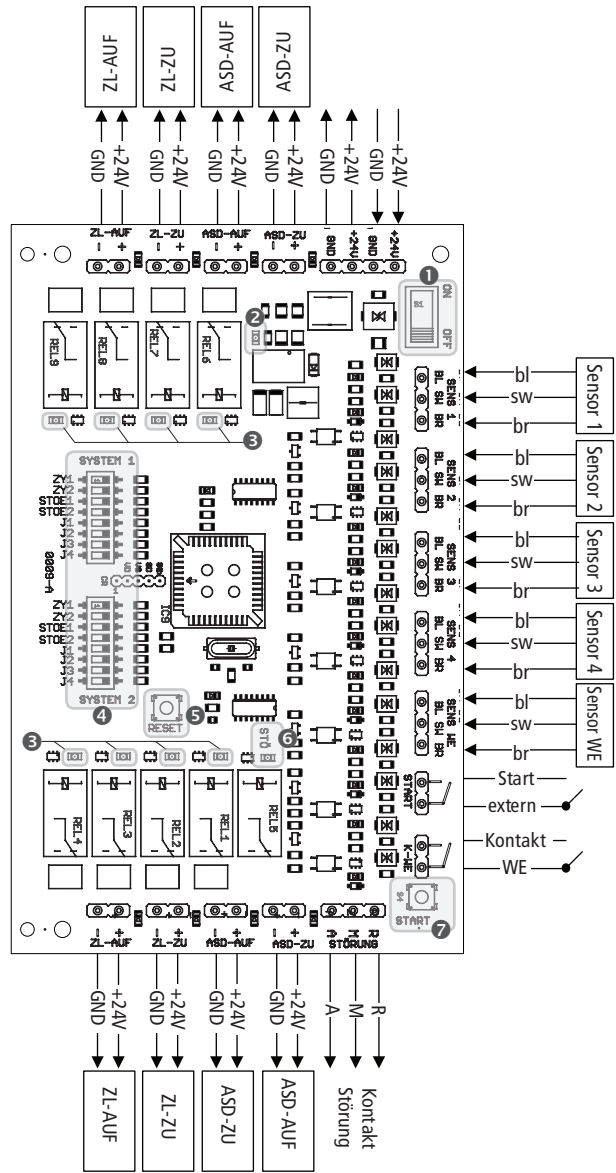

Abb. 8: Grundplatine ADB 2000 (Ansicht 90° gedreht)
- Taste „Start“ (ADB 1000 siehe Abb. 4 Position  bzw. ADB 2000 siehe Abb. 8 Position ) auf der Grundplatine betätigen, es beginnt der Ausblasvorgang für Ansaugleitung 1.